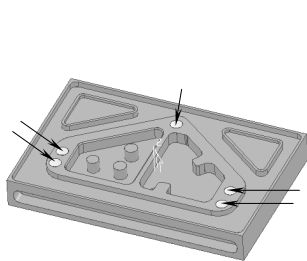

图 3-78 选择五个孔侧面
1) 识别模型中的孔：按下<Shift>键，在绘图区中选中五个待加工孔的侧壁面，如图 3-78